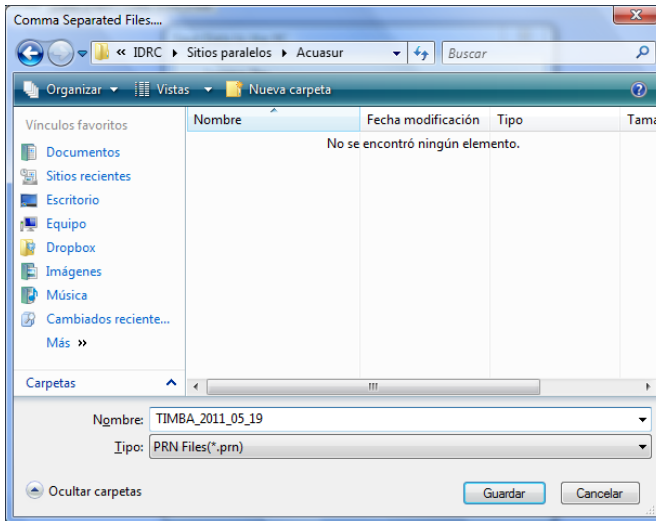

Figura 11. Selección de sitio de archivo y nombre
5.7 Posteriormente aparece la siguiente ventana para definir el sitio para guardar el archivo y su nombre. Ver figura 11. Escoja en lugar donde almacenar esta información en su computador, dentro de una carpeta que contenga el nombre del acueducto. Guarde el archivo con el nombre de la quebrada o río donde se encuentra instalado el limnógrafo y la fecha del día en que baja los datos. Ejemplo: TIMBA_2011_05_19.